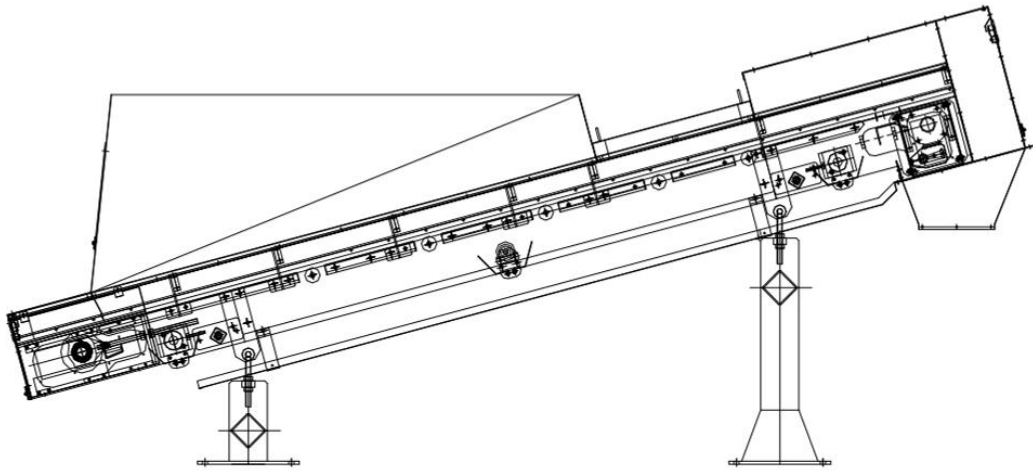

图 1 皮带输送机外形结构图
1、刮刀支撑点的确定：选择以皮带输送机现有的墙板固定螺钉为支撑点，测绘绘制墙板外形结构图，标注主要外观尺寸（如图 1 所示）。